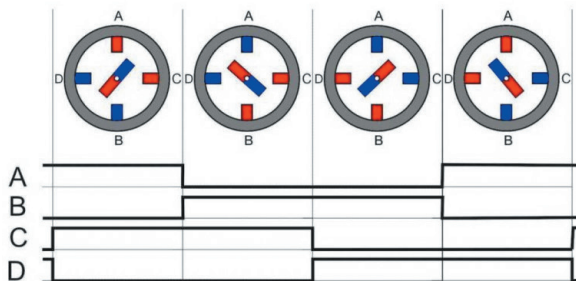

Рис. 52.2. Полношаговый режим.
- полношаговый режим – 4 ступени импульсов на 1 шаг (рис. 52.2);
- полушаговый режим – 8 ступеней импульсов на 1 шаг (рис. 52.2).